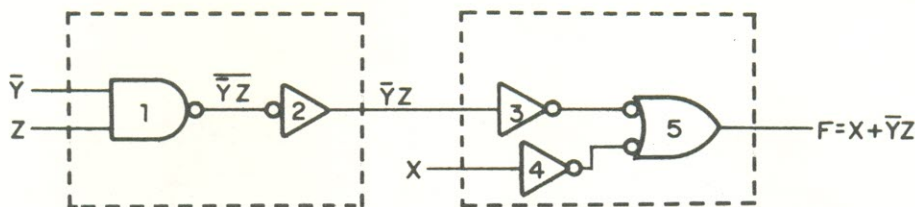

FIGURA 15-5
4. Fazendo a substituição, obtemos o circuito da figura 15-5;